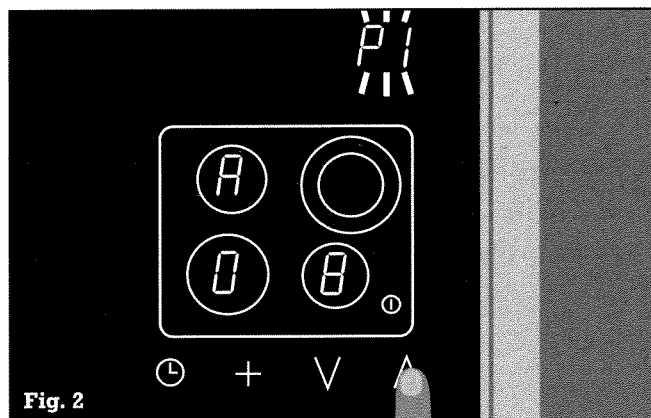

Fig. 2
- Vous pouvez maintenant sélectionner une durée de fonctionnement de l'accélérateur comprise entre 1 et 15 minutes en effleurant les symboles ∇ ou \blacktriangle . La durée programmée apparaît sur l'afficheur des zones de cuisson (**R 01** à **R 15**) et **P i** clignote (invitation à enregistrer) (fig. 2).